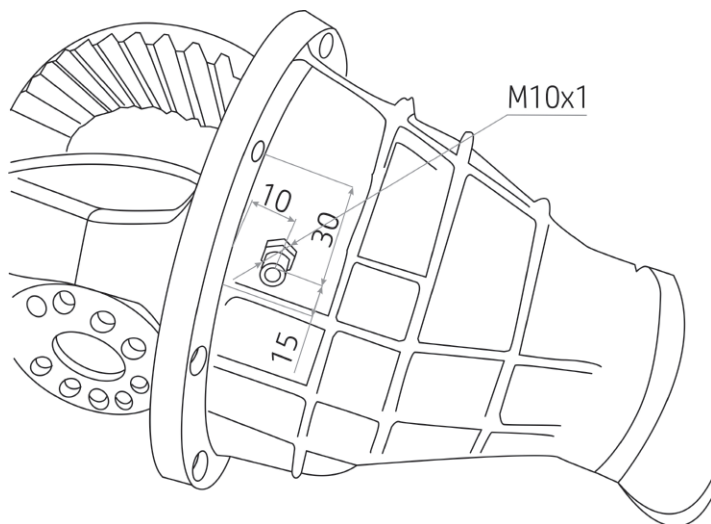

Рис. 2
1. Просверлите в картере моста сквозное отверстие сверлом $\varnothing 8,5..9$ мм (см. раздел Инструменты) на расстоянии не менее 10 мм от края фланца и 15 мм от края технологического прилива (Рис. 2). Нарезьте резьбу метчиком M10x1 (см. раздел Инструменты).